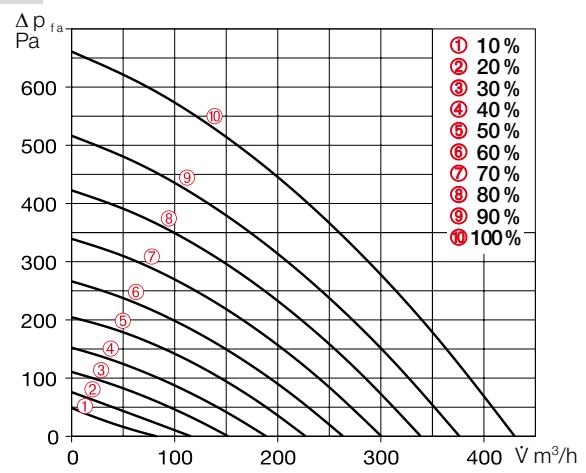

Abb. 24
5. Die ermittelten Differenzdrücke der Ab- und Fortluftmessung in die Kennlinie des Gerätes für Abluft (s. Abb. 24 und Abb. 26), entsprechend der im Lüftungsprofil hinterlegten Ventilatorleistungen, eintragen (vgl. Abb. 28 und Abb. 29).